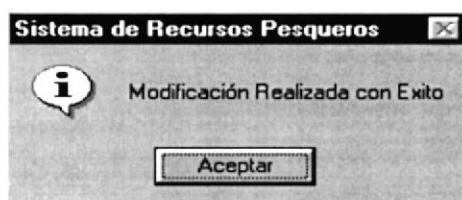

Figura 9.113 Mensaje de Modificación
4. Si se ha realizado una modificación se mostrará el siguiente mensaje (ver figura 9.113).